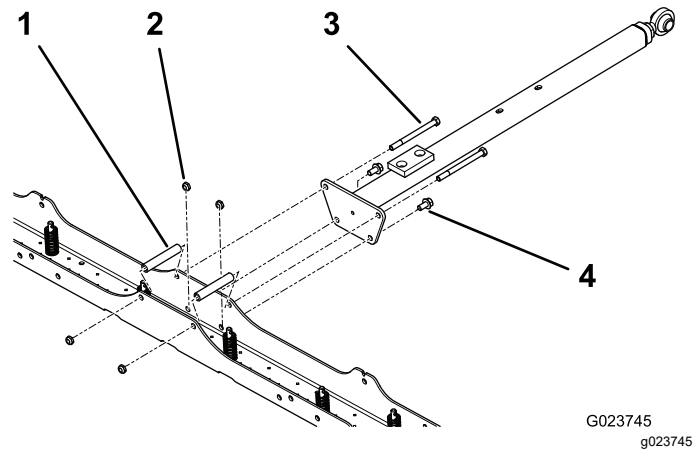

Figura 4
1. Alinee 2 espaciadores largos con los taladros superiores de la placa inferior, y utilice 2 contratueras (3/8 pulgada) y 2 pernos (3/8 x 4-1/2") para sujetar la barra de tracción a la placa inferior (Figura 4).